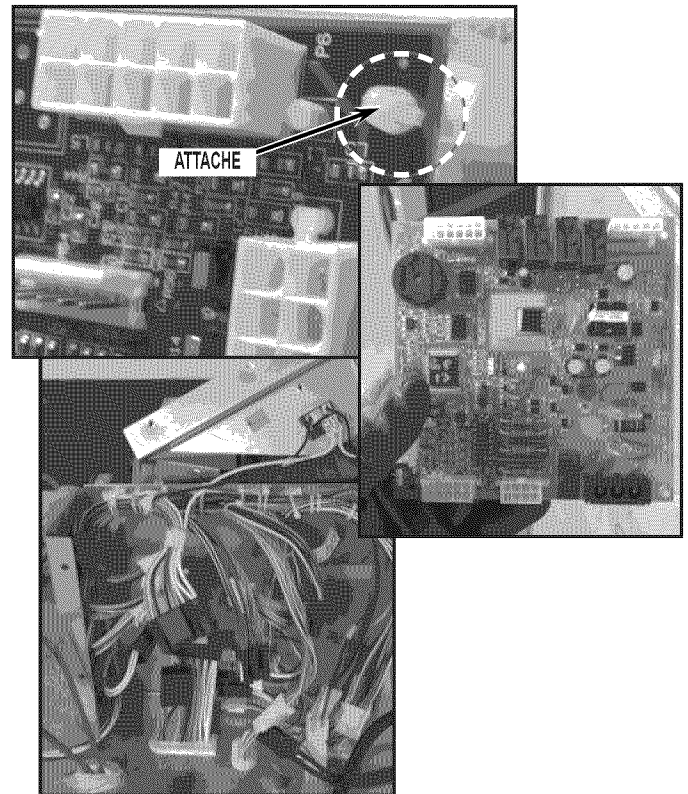

FIGURE 19
24. Retirer l'ancienne carte HT en dégageant les attaches maintenant la carte au logement de l'ancien module HT et jeter la carte. Voir *Figure 19*.